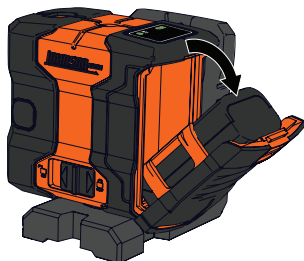

Figure 2
2. Appuyer sur la languette de verrouillage du couvercle de la pile pour déverrouiller le couvercle de la pile. Laissez le couvercle du compartiment à piles s'ouvrir. (Figure 2)